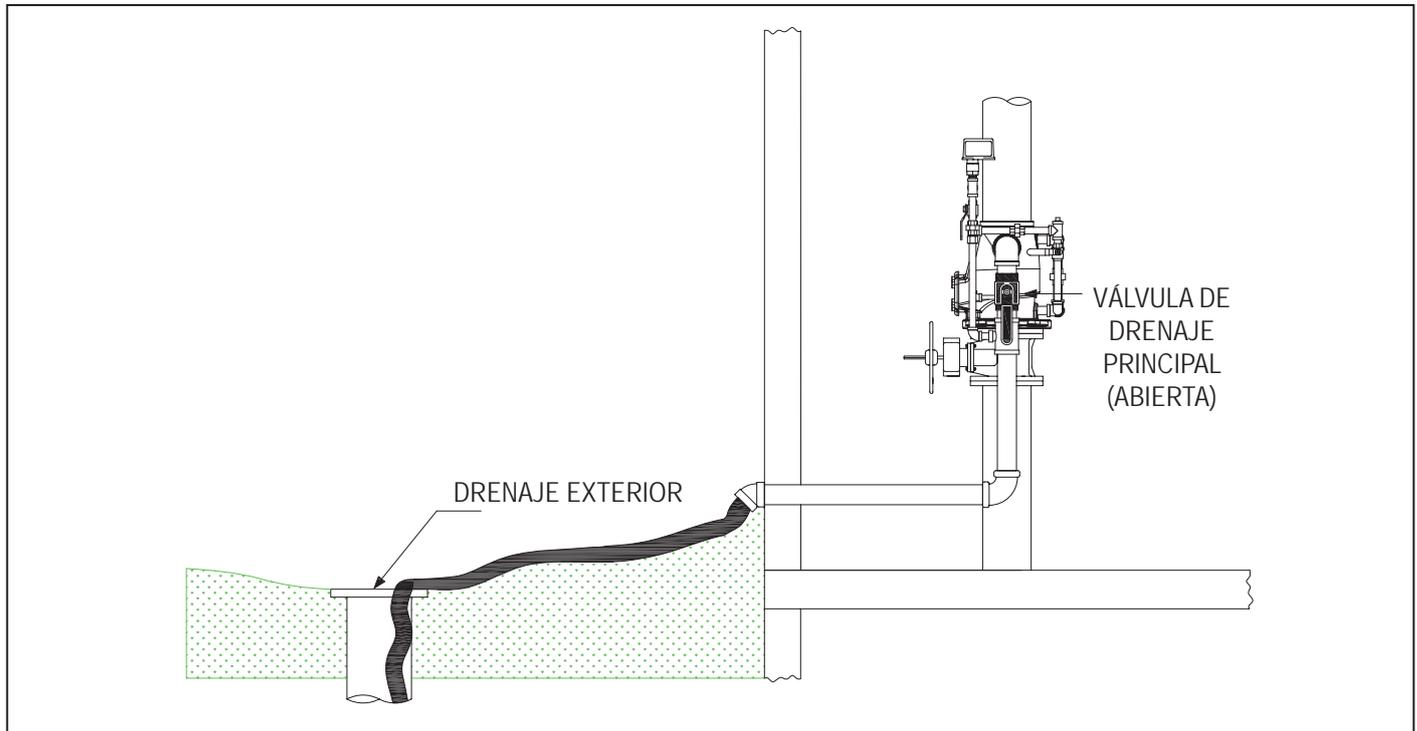

Figura 41
5. ABRIR completamente el drenaje principal (en sistemas con una alarma mecánica, la alarma (Figura 41) debe sonar)..